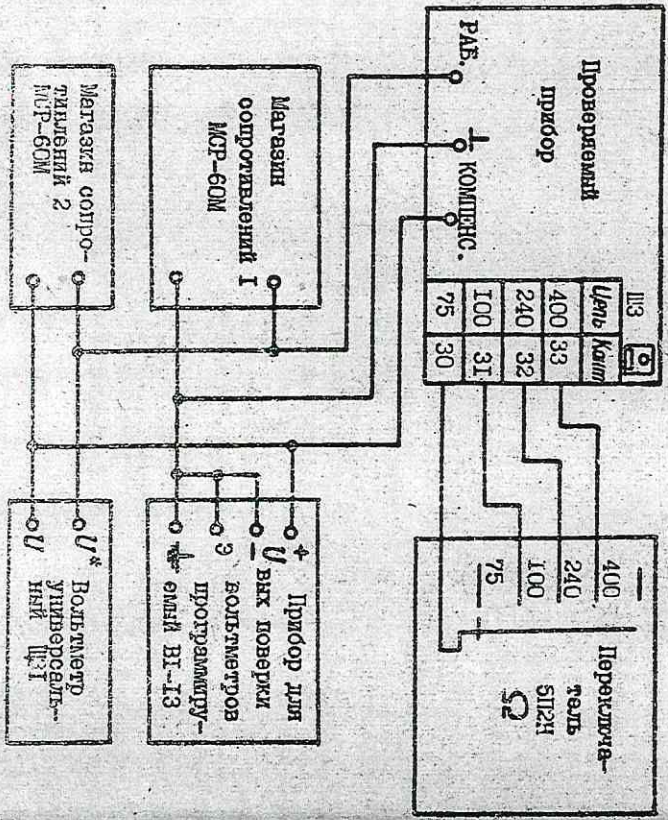

Рис. 12.6
Схема соединения приборов приведена на рис. 12.6.
- 1) соедините приборы согласно рис. 12.6;